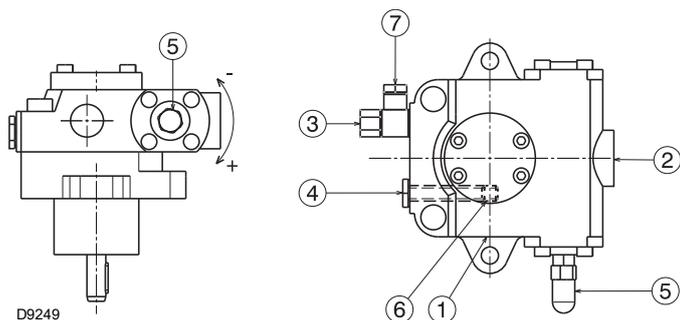

Abb. 24
Sie sind am Brenner installiert und der Bypass wird mit der Schraube 6)(Abb. 24) geschlossen.
- Damit sich die Pumpe (Abb. 24) selbst einschalten kann, muss die Schraube 4) der Pumpe gelockert werden, damit die Saugleitung entlüftet wird.
Zeichenerklärung (Abb. 24)
Dieser Vorgang ist möglich, weil die Pumpe werkseitig mit Brennstoff gefüllt wird. Falls die Pumpe geleert wurde, muss sie vor dem Anfahren über den Stopfen des Vakuummeters 4)(Abb. 24) mit Brennstoff gefüllt werden, andernfalls kommt es zum Festfressen.